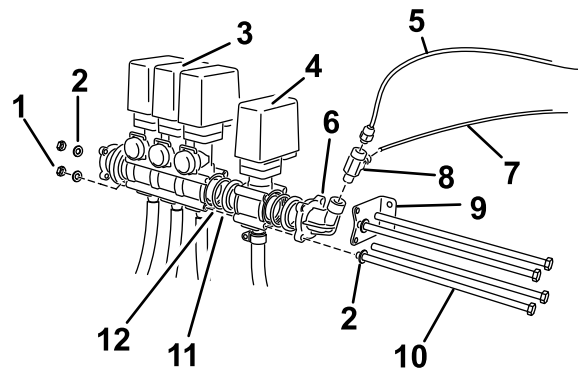

Bild 5
4. Befestigen Sie das Schlauchwagenventil (in den losen Teilen) ausgerichtet mit den vorhandenen Ventilen (Bild 5).
6. Befestigen Sie die Halterung in den zwei Löchern am Krümmeradapter, der der Befestigungshalterung des Auslegerventils am nächsten ist, am Endventil (Bild 5).
7. Setzen Sie zwei lange Schrauben (M8 X 260 mm) an den oberen und unteren Löchern in den Ventilkörpern des Schlauchwagens und den Ausleger-Sicherheitsventilen, die der Befestigungsschiene am nächsten sind, durch die Befestigungshalterung (Bild 5).
9. Befestigen Sie die Ventile mit den restlichen zwei Schrauben (M8 X 260 mm) und vorhandenen Scheiben in den offenen Löchern in den Ventilkörpern (Bild 5).
13. Befestigen Sie das T-Anschlussstück (Bild 5).